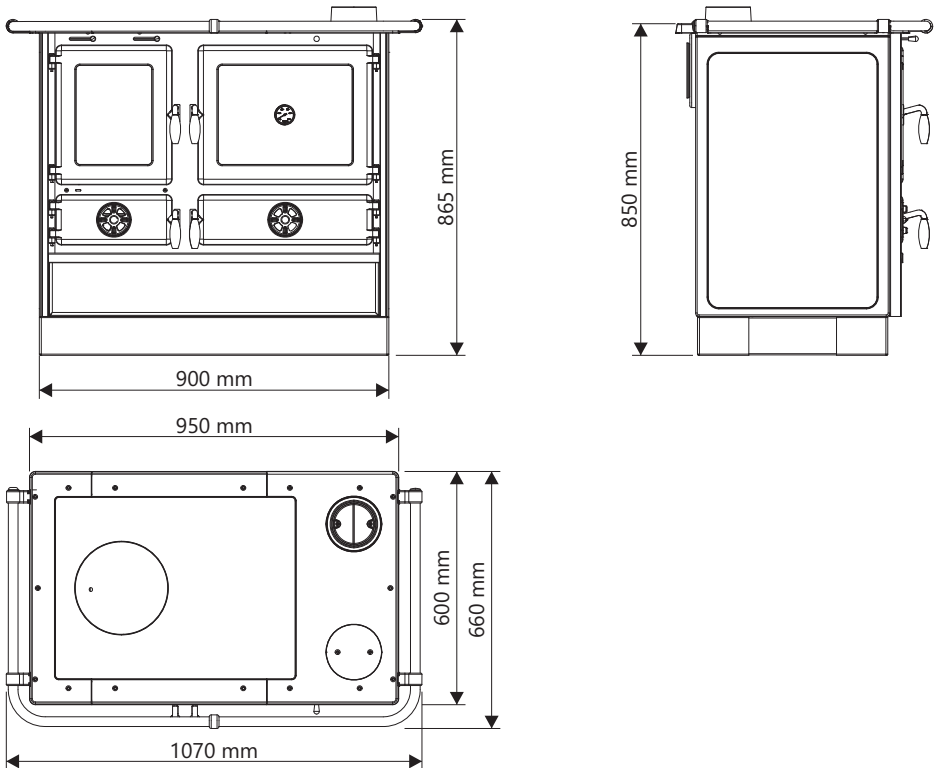

**Abbildung 1**
- Auf der Abbildung 1 (Seite 36) ist das Aussehen des Herds mit den für die Benutzung wichtigen Bestandteilen dargestellt.
## Bestandteile des Herds (Abbildung 1):
- Aschentür offen lassen, bis eine stabile Flamme entsteht, nach dem Schließen der Tür die Brennintensität mit dem Primärluftregler (Abbildung 1, Position 14) regeln.
- Nach dem Herstellen der Grundglut größere Holzstücke oder Kohle in den Feuerraum hineingeben. Falls Briketts als Brennstoff verwendet werden, warten Sie, bis die gesamte Brennstoffmenge aufglüht, reduzieren Sie erst dann den Luftzug auf die Hälfte (mit dem Primärluftregler - Abbildung 1, Position 14),
Mit der Regelung des Einzugs im Herd regeln Sie die Temperatur, Leistung und Geschwindigkeit der Brennstoffverbrennung, und das tun Sie durch Drehen des Primärluftreglers an der Aschentür (Abbildung 1, Position 14). Durch Kombination der Primärluft über den Regler an der Aschentür und der Sekundärluft über die Knöpfe oberhalb der Feuerraumtür (Abbildung 1, Position 16) erzielen Sie die gewünschte Verbrennung.